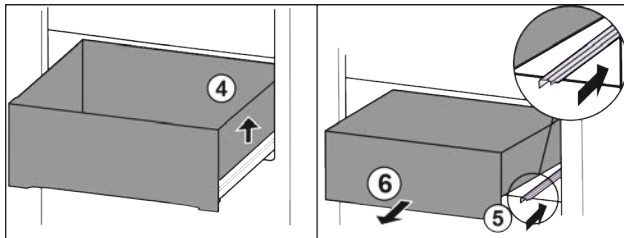

Fig. 14*
- ▶ Приподнимите выдвижной ящик справа Fig. 14 (4).*
- ▶ Вставьте правую направляющую Fig. 14 (5).*
- ▶ Извлеките выдвижной ящик движением вперед Fig. 14 (6).*